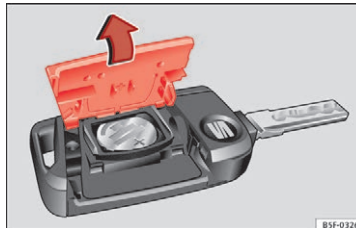

Fig. 116 Bilnøgle: åbning af afdækning til batterirum
- Tag afdækningen på bagsiden af bilnøglen » Fig. 116 af i pilens retning » ①.
- Sæt afdækningen på som vist på billedet » Fig. 116, og tryk den modsat pilens retning på bilnøgleshuset, indtil den går i hak.